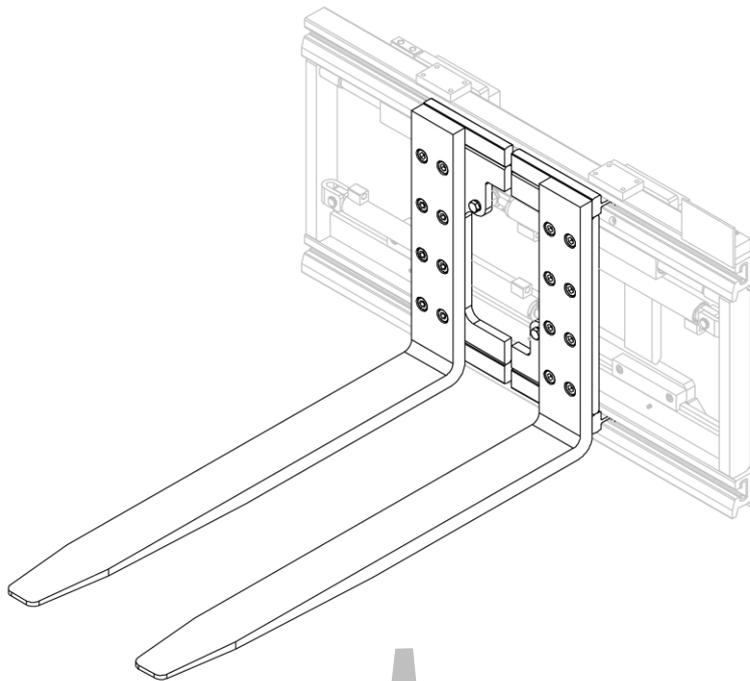
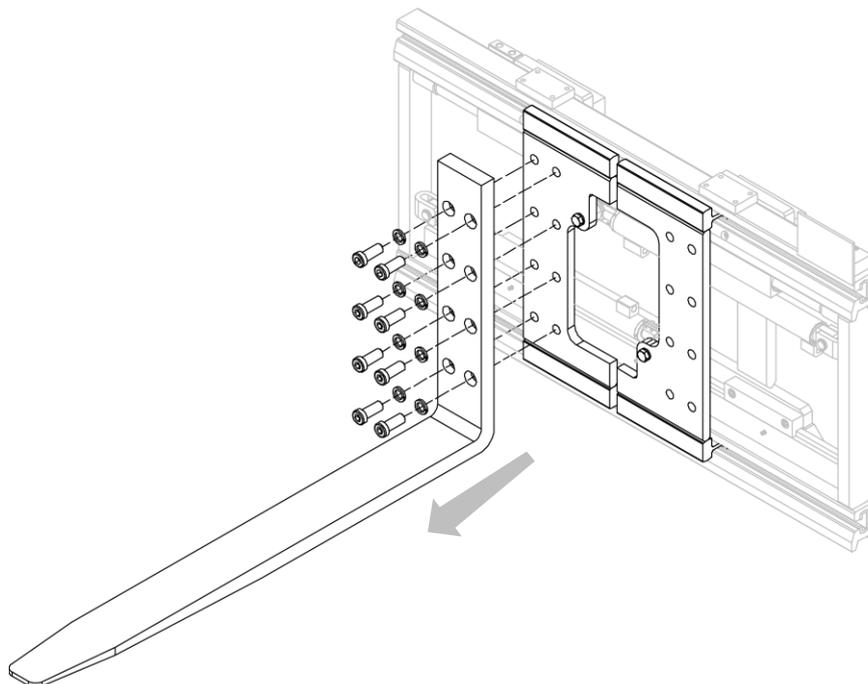

Figura 23
Figura 24
2. Rimuovere le forche dai piattelli, dopo aver rimosso le relative viti e rosette elastiche che le bloccano (vedi *Figura 23* e *Figura 24*).